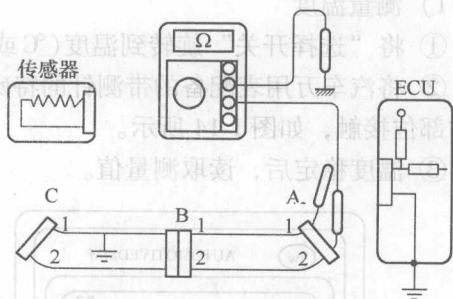

图 1-12 检查线路短路
2) 短路的检查方法 如果配线短路搭铁,可通过检查配线与车身或搭铁是否导通来判断短路的部位,如图1-12所示。